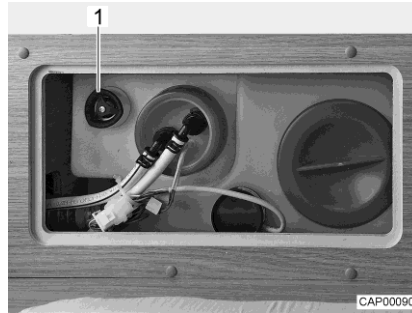

Fig. 69 Depósito de agua con tirador giratorio
- Girar el tirador giratorio (Fig. 69,1) sobre el depósito de agua en sentido de las agujas del reloj, hasta el tope.
- Girar el tirador giratorio (Fig. 69,1) sobre el depósito de agua en sentido contrario a las agujas del reloj, hasta sentir resistencia. El agua se saldrá hasta aprox. 20 litros.